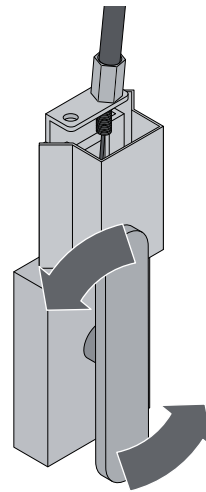

Fig. 2
- **Sblocco a cordina esterno ASB2 (fig. 2):**